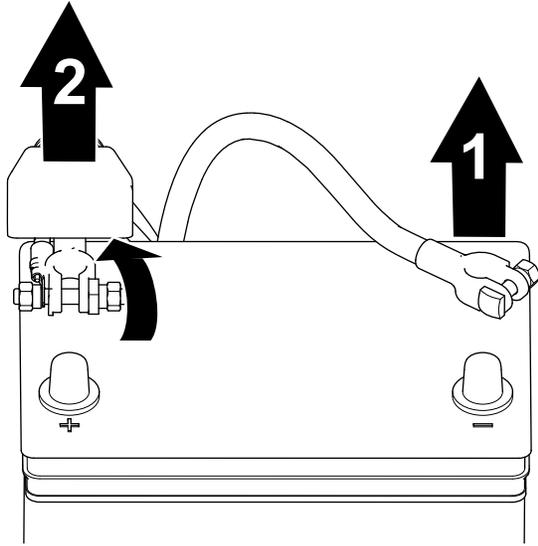

图 41
1. 从电池电极上断开负极电池接线图 41。
2. 提起绝缘体并从电池电极上断开正极电池接线图 41。